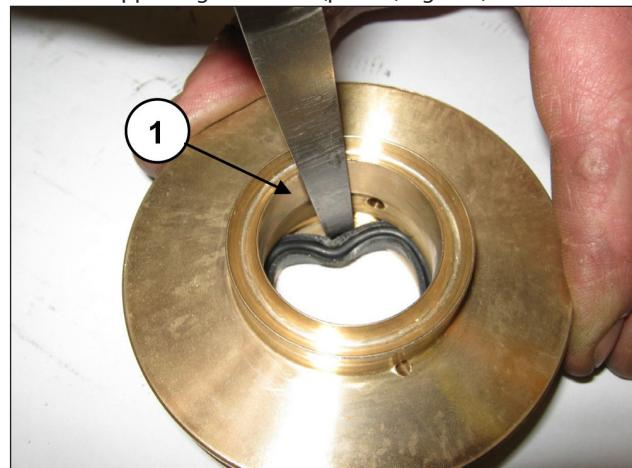

Fig. 174
Per togliere la guarnizione di bassa pressione è necessario utilizzare uno spessimetro o un attrezzo che non danneggi la sede del supporto guarnizione (pos. ①, Fig. 174).